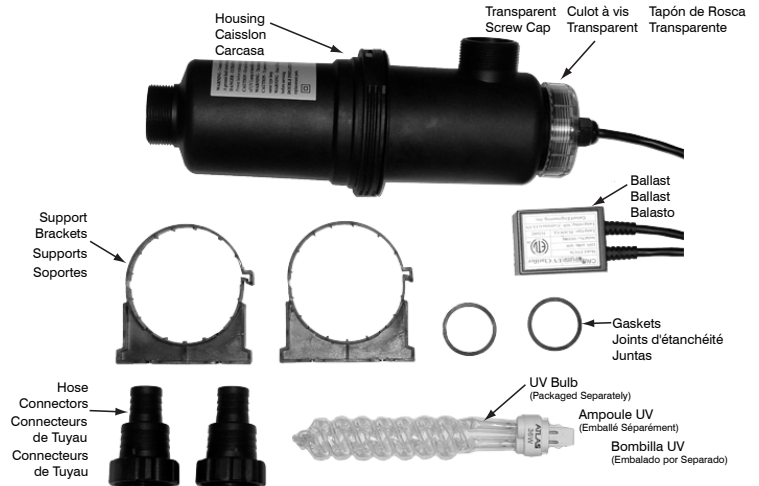

FIGURE 1
2. Verify the components shown in figure 1 are packed with your UVC kit.
- Vérifiez que les composants montrés dans la figure 1 sont emballés avec votre kit UVC.